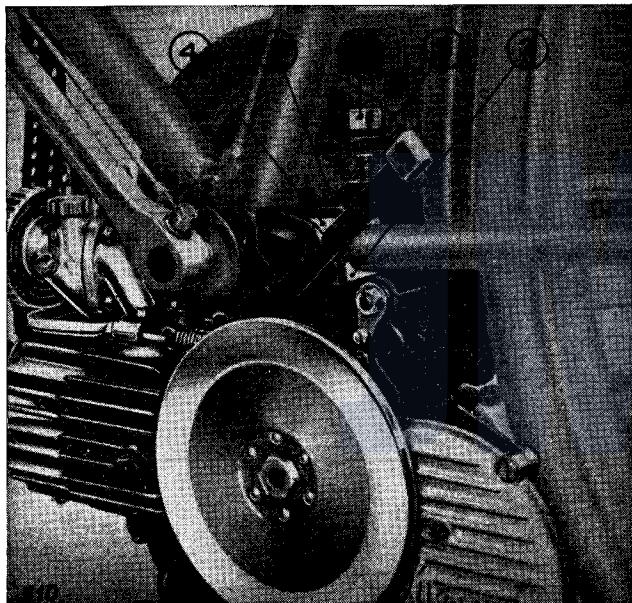

Fig. 2
Motor provisorisch aan het frame bevestigen (afb. 2), er op letten, dat verschuifbare klosjes (2) precies tegen de buis aanliggen. Daarna bevestigingsplaat (3) met klosjes (4) opzetten.